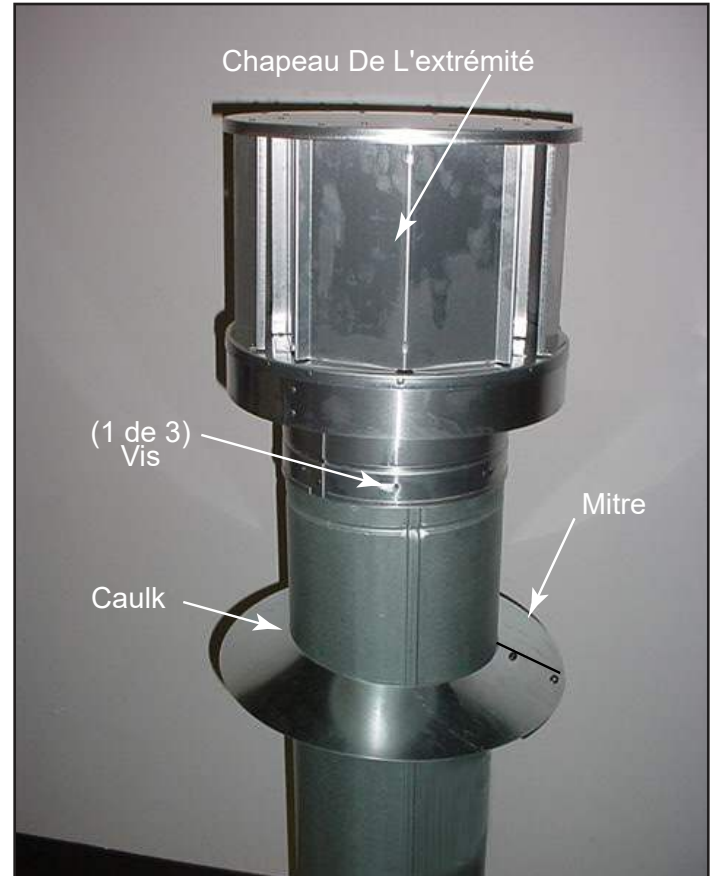

Figure 7.15
- Appliquer du mastic au contour du solin où il entre en contact avec la surface du toit. Voir la figure 7.15.
- Appliquer du mastic autour de la partie supérieure de la mitre. Voir la figure 7.15.
- Attacher le chapeau en enfonçant trois vis autotaraudeuses (fournies) dans les trous de guidage du collier externe du chapeau, jusque dans le tuyau de cheminée externe du conduit (voir figure 7.15).